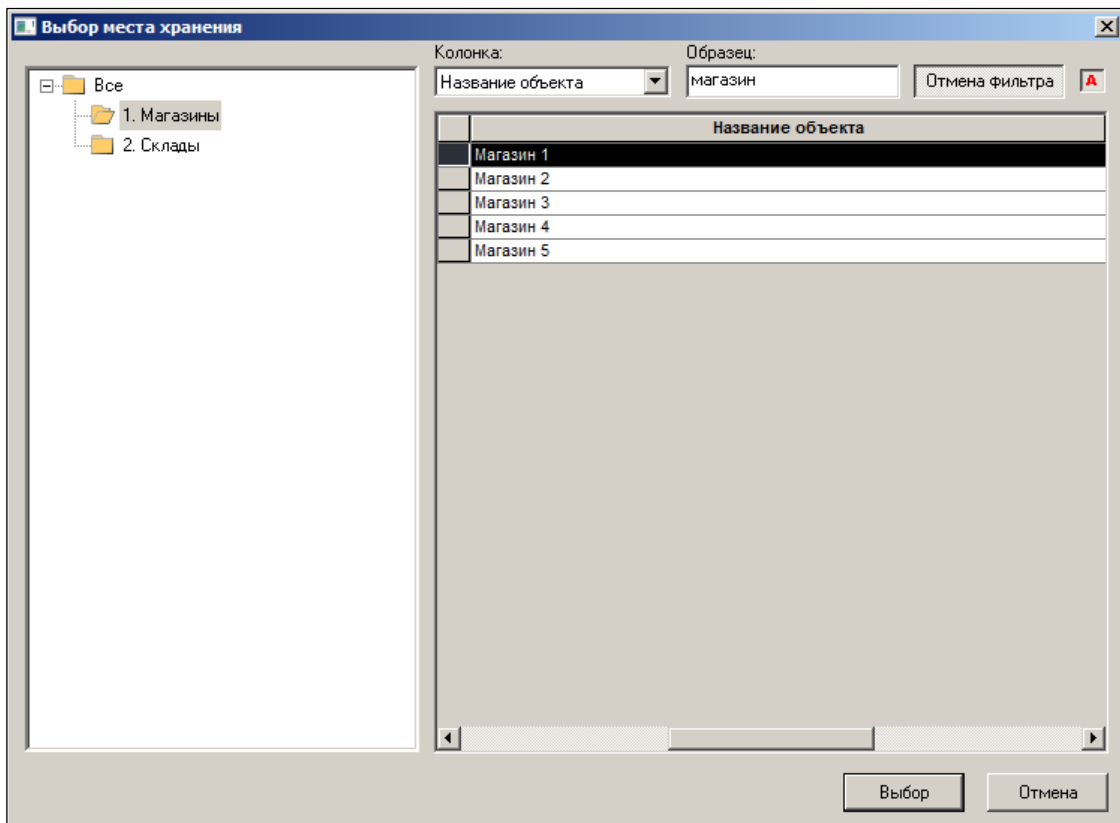

Рисунок 136 – Выбор МХ
- По кнопке **Номенклатура места хранения** выбрать требуемое (Рисунок 136):
- Выбрать из списка МХ и вид цены (см. Рисунок 136).